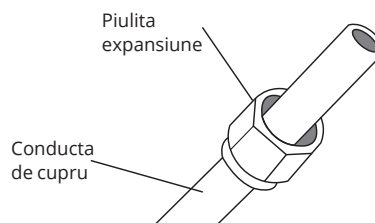

Fig. 7.7
3. Montati piulitele de expansiune la ambele capete ale conductei. Verificati daca piulitele se afla in pozitie corecta, intrucat nu le mai puteti schimba dupa expansiune (fig. 7.7).